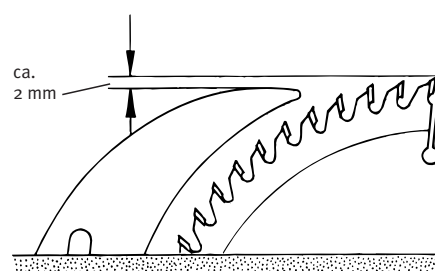

Abb. 14: Einstellen des Spaltkeils
- Höchsten Punkt des Spaltkeils (Abb. 14) 2 mm tiefer als die Zahnspitzen einstellen (Einstellhilfe: Werkstück mit parallelen Kanten). **Der Spaltkeil bleibt bei allen Arbeitsgängen in dieser Position** (Ausnahme: Einsetzschneiden).